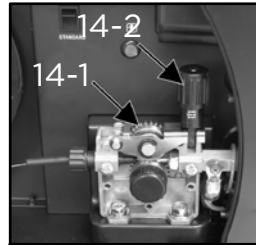

Fig. 17
10. Enfoncez et maintenez le bouton d'alimentation graduelle (Q) pour insérer le fil au travers du col du chalumeau. Relâchez le bouton d'alimentation graduelle lorsque le fil devient visible au niveau du col du chalumeau (fig. 17).